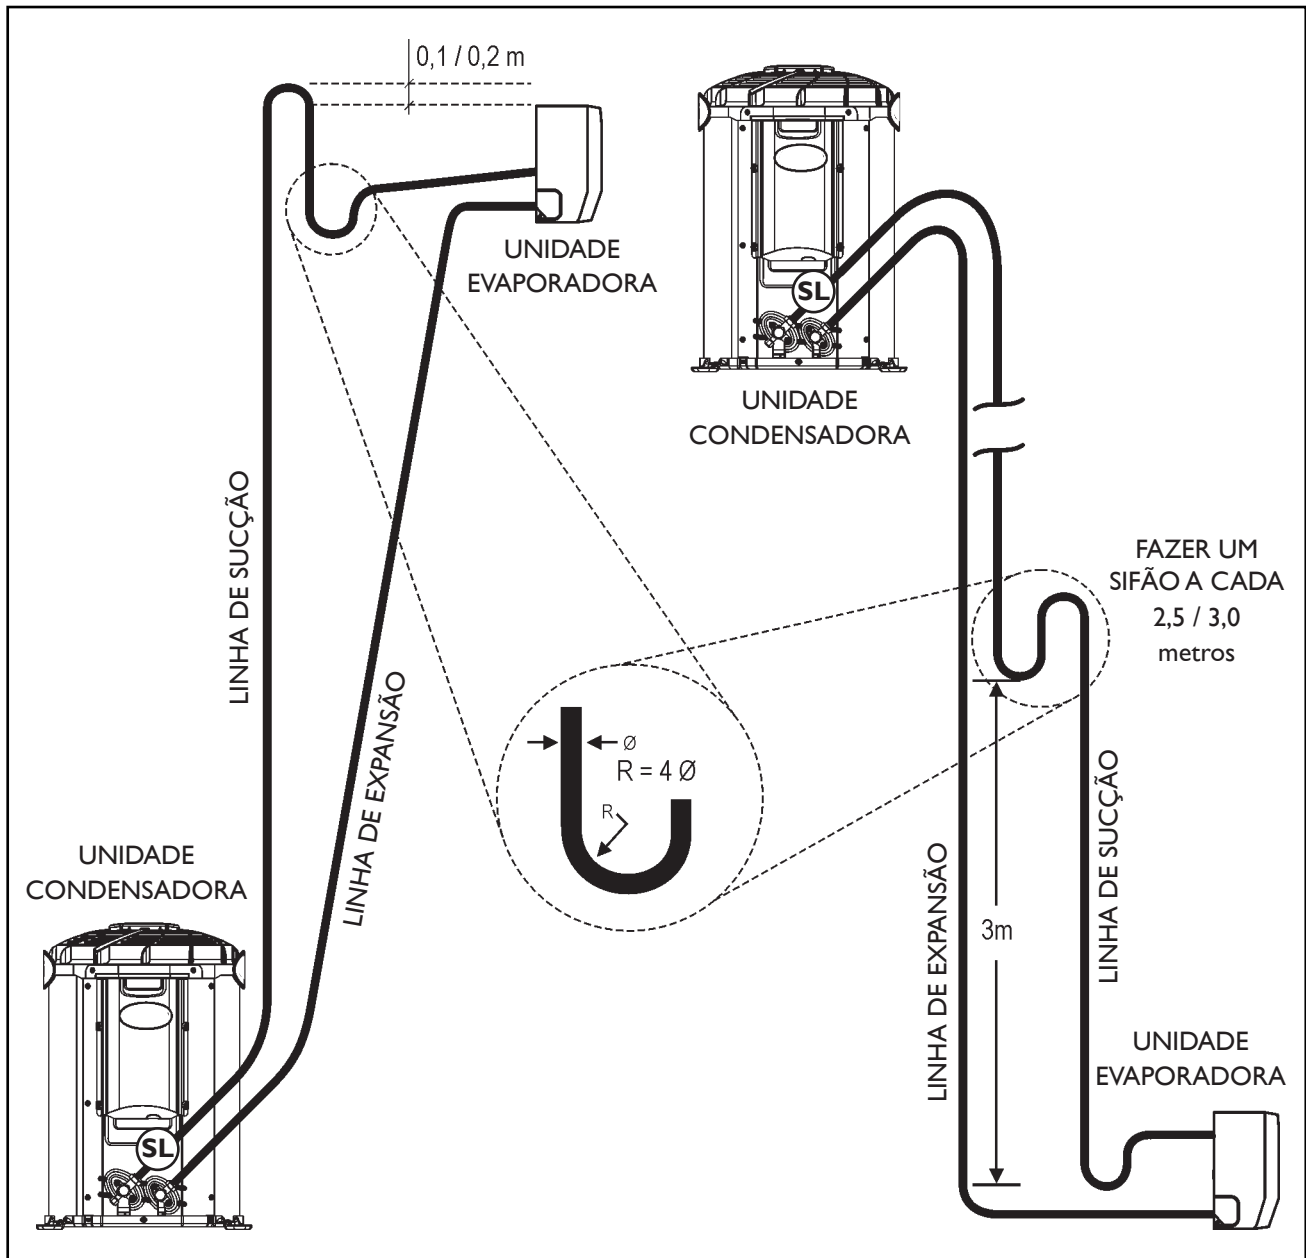

FIGURA 23 - INSTALAÇÃO LINHAS INTERLIGAÇÃO
- 4° Inclinare as linhas horizontais de sucção no sentido do fluxo. (Figura 23)
- 6° O procedimento de vácuo deve ser especialmente bem feito; definir a carga de refrigerante através da medição do superaquecimento (ver sub-item 6.8).
2º Elevar a linha de expansão acima da condensadora antes de ir para a evaporadora (0,1 m para modelos 38K_07 a 38K_12 e 0,2 m para 38K_18 e 38K_22), quando a evaporadora estiver abaixo da condensadora. (Figura 23)
- 3° Elevar a linha de sucção acima da evaporadora antes de ir para a condensadora (0,1m para modelos 38K_07 a 38K_12 e 0,2m para 38K_18 e 38K_22), quando a evaporadora estiver acima ou no mesmo nível da condensadora. (Figura 23)
- 5° Fazer sifões nas subidas da linha de sucção, quando aplicado, a cada 2,5m para os modelos 38K_07 a 38K_12 e 3,0m para os modelos 38K_18 e 38K_22, incluindo a base. Caso o desnível seja menor que 3m faça apenas na base. (Figura 23)
- 6° Inclinar as linhas horizontais de sucção no sentido do fluxo. (Figura 23)
Veja a posição conforme a indicação SL na figura 23.